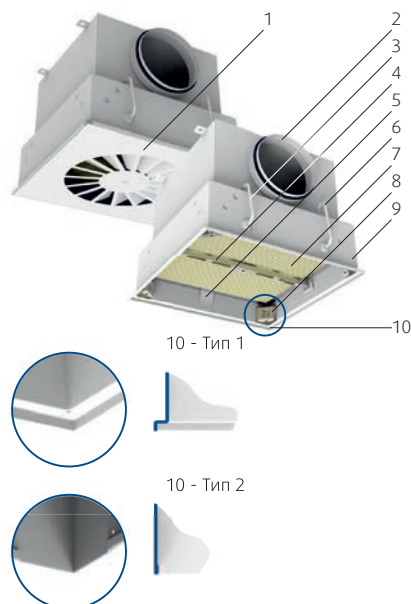

Рис. 1. Конструкция CFC.
Корпус диффузоров CFC (C, B, G и R) производятся двух типов (см. рис. 1, номер 10).
Лицевая панель крепится при помощи 1-ого центрального болта (метод **1В**) или при помощи 4-ех болтов в монтажные кронштейны, расположенные по углам (см. рис. 1, номер 8) (метод **4В**).
Четыре кронштейна (см рис. 1, номер 8), установленные в углах корпусов CFC обеспечивают необходимый герметичный контакт между фильтром и корпусом (тип C, B, R и W).
Во внутренней части корпуса CFC-G по центру каждой из сторон расположены пружины для фиксации фильтра (см. рис. 1, номер 5). Всего 4 пружины.
- См рис. 1, номер 10